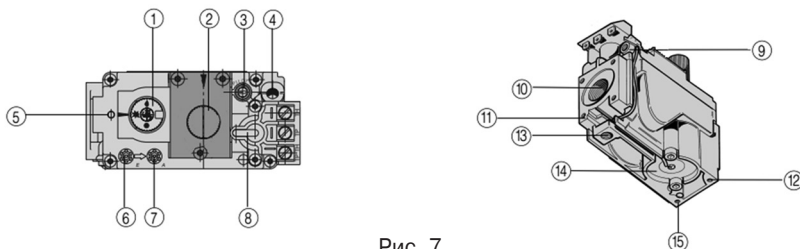

Рис. 7.
**Для котлов мощностью от 16 до 50 кВт с газогорелочным устройством на основе итальянской автоматики «820 Nova» и инжекционной горелки Polidoro (см. рис. 7) ВНИМАНИЕ!**